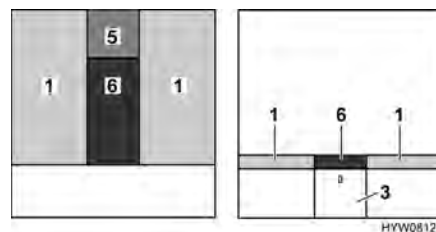

Fig. 80 Dopo la trasformazione
- Posizionare il cuscino aggiuntivo (Fig. 80,5) sul comodino da notte.
- Posizionare il cuscino aggiuntivo (Fig. 80,6) tra i materassi (Fig. 80,1).